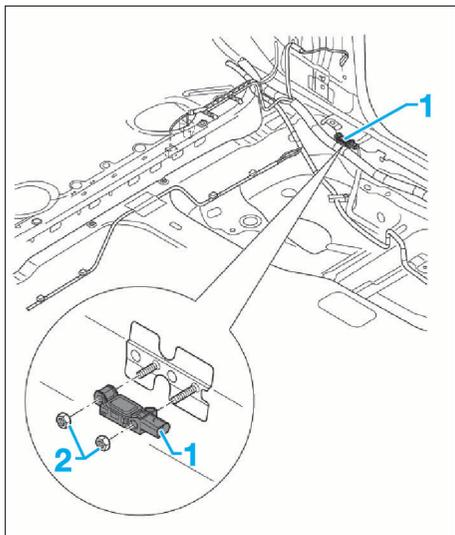

FIG. 22
- Débrancher le connecteur du capteur de collision (1) (Fig.22).